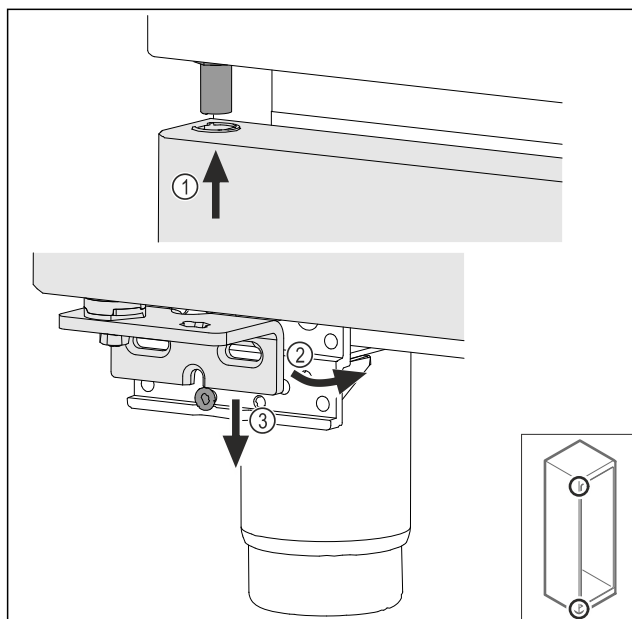

Fig. 39
- Așezați pe traseu ușa ușor basculată sus Fig. 39 (1), aliniați dreaptă ușa Fig. 39 (2) și așezați jos pe șurubul suportului de lagăr Fig. 39 (3).